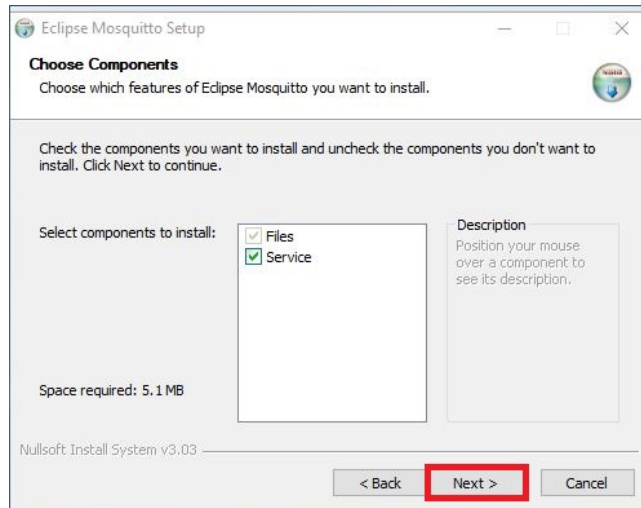

Figura 4.6: Selezione componenti Fast Mode
6. Cliccare su "Next >" confermando i componenti che si desidera installare, figura 4.6.